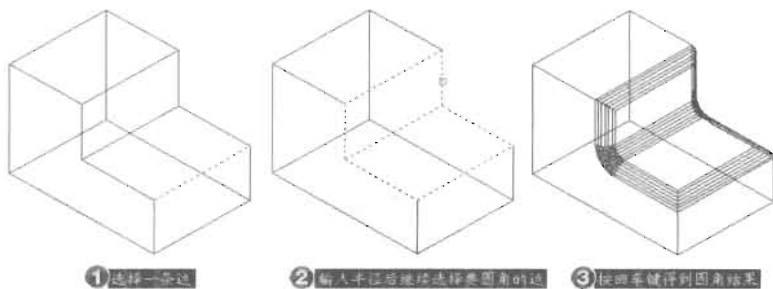

图 14-96
(1) 根据原始文件路径打开图形。
(2) 单击“修改”工具栏中的“圆角”按钮 , 对实体进行圆角处理, 操作过程如图 14-96 所示, 命令执行过程如下。